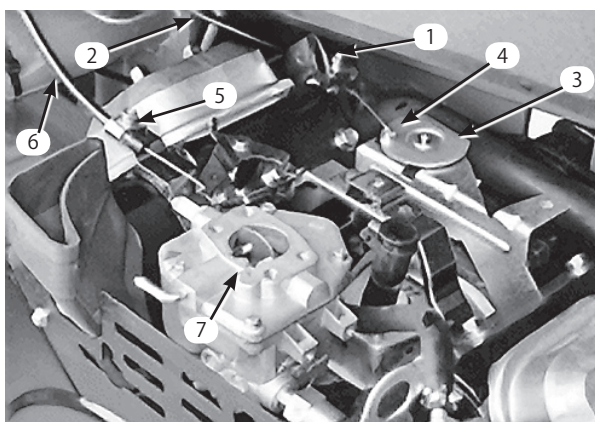

図45
1. スロットル・ケーブルをエンジンに止めているクランプをゆるめる（図45）。
3. ケーブルをしっかりと引いて、スイベルの後部をストップに当てる（図45）。
1. チョーク・ケーブルをエンジンに止めているクランプをゆるめる（図45）。
3. ケーブルをしっかりと引いて、チョーク・バタフライを完全に閉じ、クランプを締める (図45)。